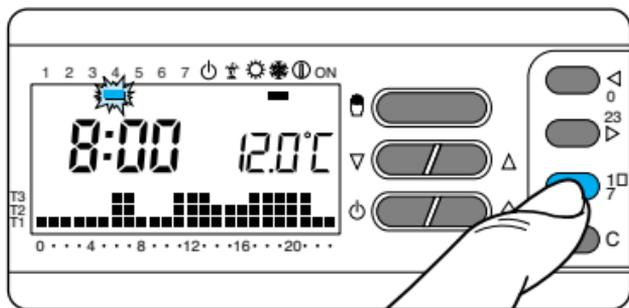

Fig. 47
9.7 -Tramite il pulsante 1÷7 portare l'indicatore in corrispondenza del giorno prescelto (fig. 47).